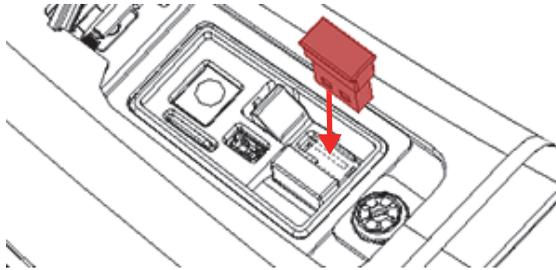

Figura 3-7 Inserimento dell'adattatore Wireless LAN
1. Allineare i connettori dell'adattatore con i connettori della porta Wireless LAN (vedere Figura 3-7 a pagina 56).